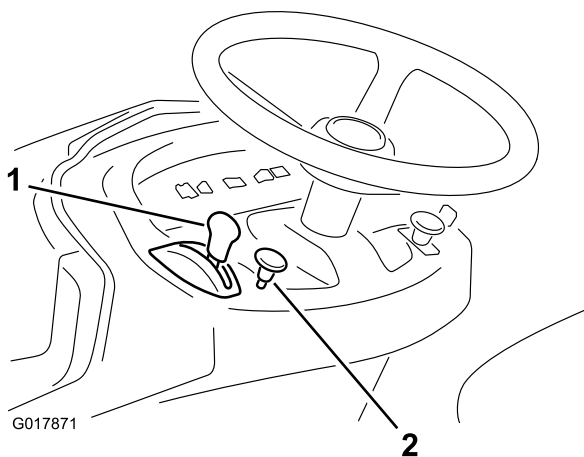

Figura 9
5. Si el motor está frío, tire hacia fuera del mando del estarter (Figura 9).
7. Cuando el motor arranque, mueva lentamente la palanca de control del acelerador a la posición de Rápido (Figura 9).
1. Mueva la palanca del acelerador a la posición de Lento (Figura 9).